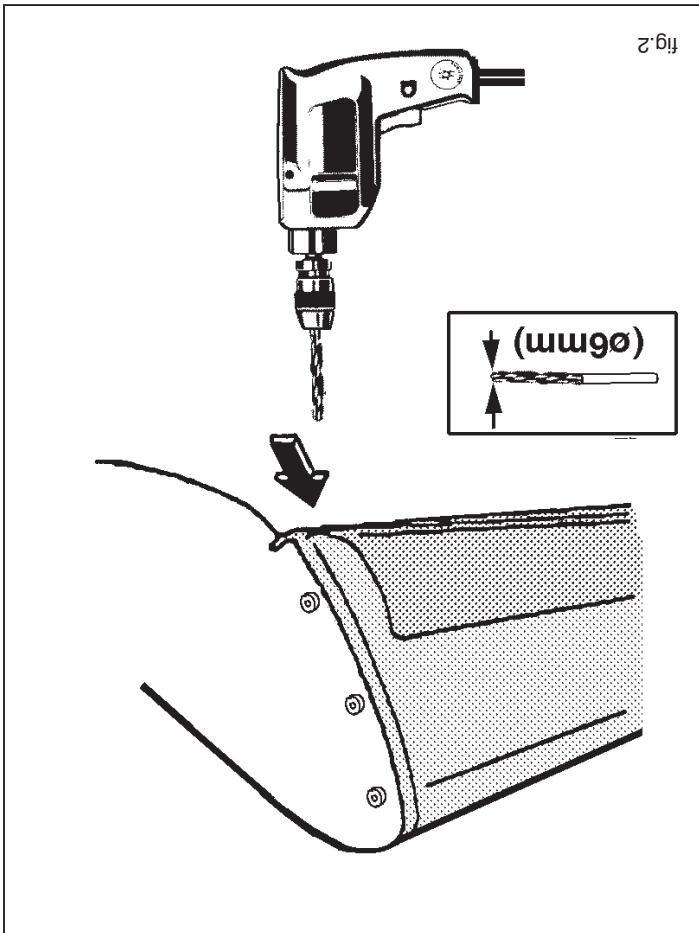
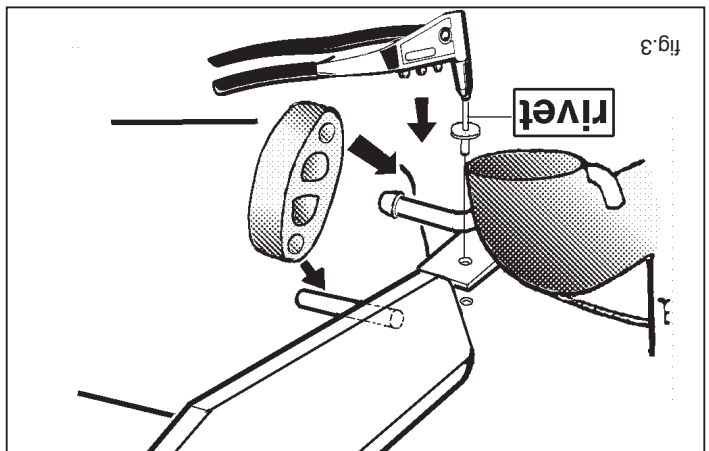

fig.2
fig.3
1. Maak de bodenvloer in de bagageruimte vrij. Verwijder de zijpanelen en de accu-beschermbak. Neem de bevestiging van de accu los. Maak indien aanwezig de connector los, welke aan de rechterkant in de bagageruimte in de bumper zit. Zie fig. 1. Demonteer de bumper d.m.v. het verwijderen van vier bouten in de bagageruimte. Zie fig. 1. Boor vervolgens t.p.v. de onderkant van de wielkastranden twee popnagels d.m.v. een  $\varnothing$  6 mm. boor uit. Zie fig. 2.
2. Plaats de template in het midden aan de onderzijde van de bumper en zaag het aangegeven deel uit. Demonteer links de laatste uitlaatophangbeugel door twee bouten los te nemen en een popnagel  $\varnothing$  6 mm. uit te boren. De verwijderde ophangbeugel komt te vervallen. Neem het uitlaatrubber van de losgenomen ophangbeugel en schuif deze over de stift welke aan de trekhaak is gelast. Demonteer rechts de beugel t.b.v. het sleepoog. Deze beugel en bijbehorende bouten worden niet herplaatst. Zet het hitteschild d.m.v. de bijgeleverde popnagel overeenkomstig fig. 3 vast. Boor hiertoe het bestaande gat in het hitteschild  $\varnothing$  5,5 mm. via de onderzijde van het chassis.
1. Clear the trunk and floorboard. Remove the side panels and the protective battery case. Disconnect the battery fasteners. Detach the connector which, if present, is located in the right-hand side of the trunk in the bumper. See fig. 1. Detach the bumper by removing the four bolts in the trunk. See fig. 1. Next, use a  $\varnothing$  6 mm bit to drill two pop rivets on the underside of the wheel casing rims. See fig. 2.
2. Position the template in the middle of the underside of the bumper, and saw out the indicated portion. Detach the last exhaust pipe suspension clamp on the left, by loosening two bolts and drilling a pop rivet of  $\varnothing$  6 mm. The removed clamp will no longer be needed. Take the exhaust rubber off the removed suspension clamp and slide it over the pin which is welded to the towbar. Remove the clamp to the right at the point of the towing eye. This clamp and its bolts will no longer be needed. Tighten the heat shield as shown in fig. 3 using the included pop rivet. Drill out the existing hole in the heat shield to a diameter of 5.5 mm from the underside of the chassis.
vorhanden, den Konnektor lösen, der sich im Kofferraum rechts in der Stobstange befindet. Siehe Abb. 1. Die vier Schrauben im Kofferraum entfernen um die Stobstange abmontieren zu können. Siehe Abb. 1. Anschließend an der Unterseite der Radschutzkastenänder zwei Hohlnieten mit einem Durchmesser von 6 mm bohren. Siehe Abb. 2.
2. Die Schablone in die Mitte an der Unterseite der Stobstange anlegen und das angegebene Stück aussägen. An der linken Seite den letzten Auspuffaufhängebügel abbauen, indem zwei Schrauben und eine Hohlniete mit einem Durchmesser von 6 mm losgelöst werden. Der entfernte Aufhängebügel wird nicht mehr benötigt. Den Auspuffgummi vom losgelösten Aufhängebügel nehmen und diesen über den Stift ziehen, der an der Anhängervorrichtung angeschweißt ist. Rechts den Bügel bei der Abschleppöse demontieren. Dieser Bügel und die dazugehörigen Schrauben werden nicht wieder angebracht. Das Hitzeschild mit den mitgelieferten Hohlnieten gemäß der Abb. 3 anbringen. Dazu muss über die Unterseite des Fahrgestells das vorhandene Loch mit einem Durchmesser von 5,5 mm in das Hitzeschild gebohrt werden.
1. Dégager le plancher dans le coffre à bagages. Retirer les panneaux latéraux et le boîtier de protection de la batterie. Enlever la fixation de la batterie. Détacher s'il existe le connecteur qui se trouve à droite dans le coffre à bagages dans le pare-chocs. Voir fig. 1. Démontez le pare-chocs en enlevant quatre boulons dans le coffre à bagages. Voir fig. 1. Extraire ensuite deux faux rivets sur le dessous des bords du logement de roue en les perçant à l'aide d'un foret  $\varnothing$  6mm. Voir fig. 2.
Cet étrier et ses boulons ne sont plus utilisés. Fixer le bouclier thermique à l'aide du faux rivet fourni, conformément à la fig. 3. Percer à cet effet le trou déjà existant dans le bouclier thermique  $\varnothing$  5,5 mm, via le dessous du châssis.
- 3. Placér anhängertäckket under körstøjet og fastgør dette ved punkter- bestående hul i isoleringspladen ø 5,5 mm, via undersiden af chassiset. Ikke blive genplacere. Monter isoleringspladen ved hjælp af medlevende popnitte i overensstemmelse med fig. 3. Bor i forbindelse hermed vil side bøjlen ved trækringen. Denne bøjle og de dertilhørende bolte vil fjernede ophængningsbøjler vil ikke længere blive brugt. Tag udstødningsbøjle ved at løsne to bolte og bor hul til en popnitte ø 6 mm. De ne del ud. Afmonter i venstre side den sidste udstødningsophæng- Placér templatén i midten af kotangærens underside og sav den angiv- huller til to popnitte ved hjælp af ø 6 mm. bor. Jævnfør fig. 2.
- 2. Placér templatén i midten af kotangærens underside og sav den angiv- huller til to popnitte ved hjælp af ø 6 mm. bor. Jævnfør fig. 2. Udover efterfølgende på undersiden af hjulkassens Jævnfør fig. 1. Afmonter kotangæren ved at fjerne fire bolte i bagagerummet. Der sidder i højre side i bagagerummet i kotangæren. Jævnfør sidepanelet og akkumulatordeskyskassen. Løsn fastspændingsanordningerne fra akkumulatoren. Løsn eventuel forbindelses- stykke, der sidder i højre side i bagagerummet i kotangæren. Jævnfør fig. 1. Udover efterfølgende på undersiden af hjulkassens Jævnfør fig. 1. Udover efterfølgende på undersiden af hjulkassens
- 2. Placera schablonen mitt på kotångarens undersida och såga ut den angivna delen. Demontera till vänster avgasrörlets sista fäste genom att lossa två skruvar och borra ut en hålmit ø 6 mm. Det avlägsnade fästet förfaller. Tag gummihallaren från det avlägsnade fästet och skjut den över stiftet som är svetsat på dragkroken. Demontera till höger bygel vid bogseringsöglan. Denna bygel och de tillhörande skruvarna förfal- ler. Montera värmeskölden med den bitogade hållitaren enligt fig. 3. Borra hålvid ut det befintliga hålet i värmeskölden ø 5,5 mm via chas- sits undersida.
- 1. Frigör golvet i bagageutrymmet. Avlägsna sidopanelerna och batteriets skyddshölje. Ta lös batteriets fästeanordning. Lossa, om befintlig, kon- taktens som sitter i kotångarens högra sida i bagageutrymmet. Se fig. 1. Demontera kotångaren genom att avlägsna fyra skruvar i bagageut- rymmet. Se fig. 1. Borra sedan ut två hållitlar vid hjulhuskanternas undersida med en borr ø 6 mm. Se fig. 2.